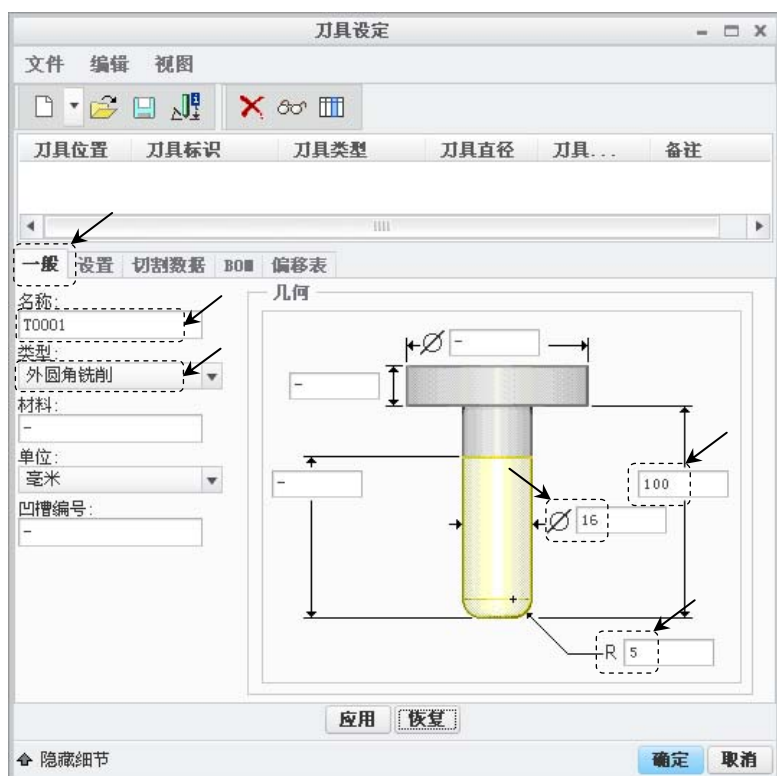

图 19.2.9 “刀具设定”对话框
Step3. 刀具设置。在“设置：铣削工作中心”对话框中单击 **刀具** 选项卡，然后单击 **刀具...** 按钮，弹出图 19.2.9 所示“刀具设定”对话框。设置图 19.2.9 所示的刀具参数，设置完毕后依次单击 **应用** 和 **确定** 按钮，返回到“设置：铣削工作中心”对话框。